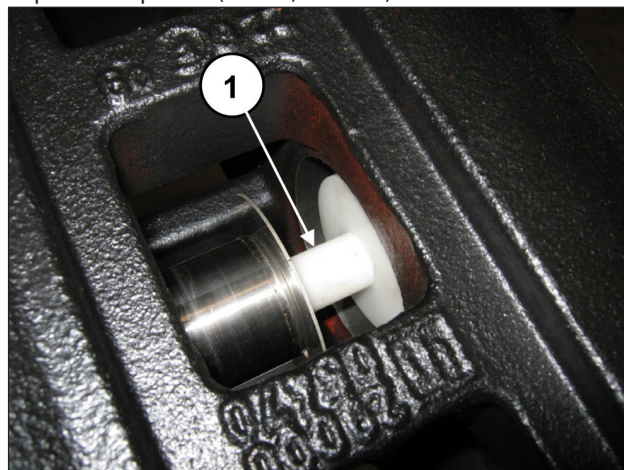

Рис. 174
Вставьте оправку арт. 27632500 между направляющей поршня и поршнем (поз. ①, Рис. 174).